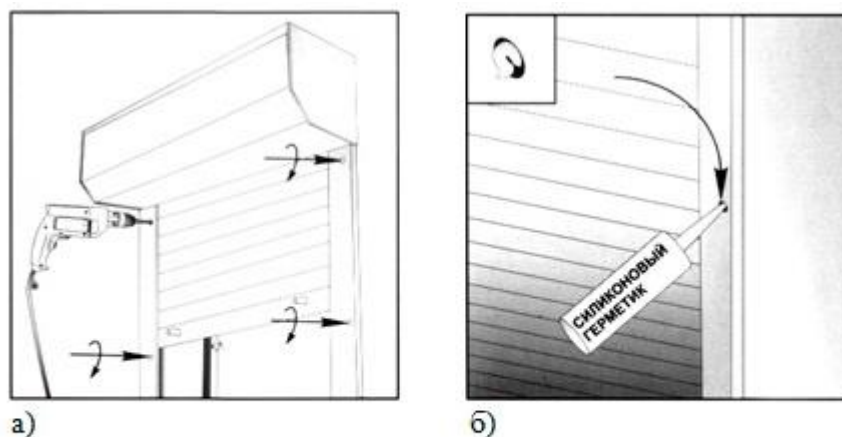
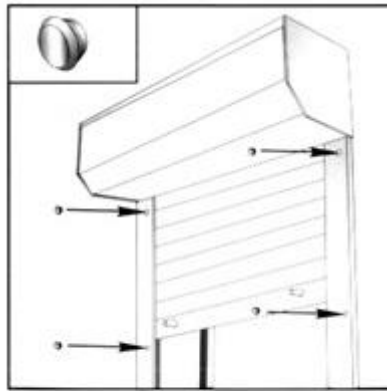

Рис. 28. заделка шлицов головок крепёжных элементов:
Рис. 29. Закрытие отверстий декоративными заглушками.
32. После окончания монтажа шлицы головок винтов и шурупов, крепящих направляющие шины, должны рассверливаться во избежание несанкционированного отворачивания. При использовании саморезов, имеющих высокую твёрдость, шлицы заливаются силиконовым герметиком (рис. 28). Если крепление направляющих было произведено через камеру, где движется полотно, то в этом случае шлицы головок винтов и шурупов не рассверливаются, так как опущенное полотно перекрывает их. Технологические отверстия закрываются декоративными заглушками (рис.29).